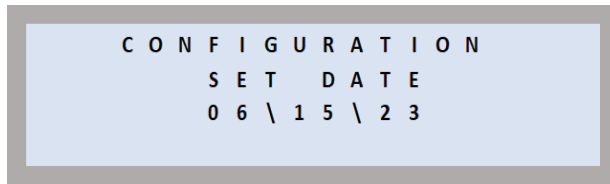

Abbildung 51
- Die Software speichert die Eingabe und kehrt zum Standardbildschirm für die Datumskonfiguration zurück (05/11/25). Auf diesem Bildschirm bleibt das Datum unverändert dargestellt (s. Abb. 51). Das neu eingestellte Datum wird auf diesem Bildschirm nicht angezeigt, erscheint jedoch auf allen anderen Bildschirmen mit Datumsangabe, zum Beispiel auf der Startseite und auf den Prüfbildschirmen.